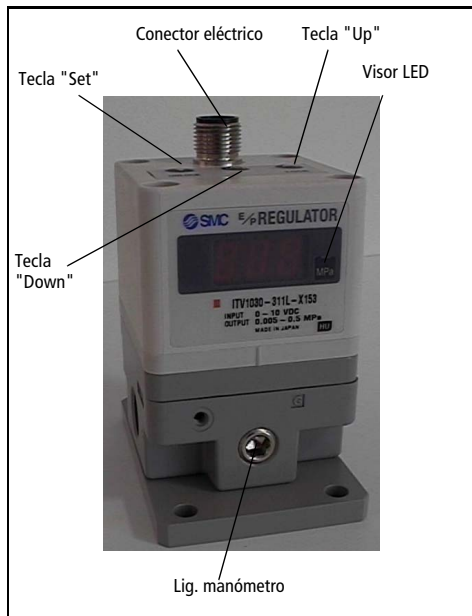
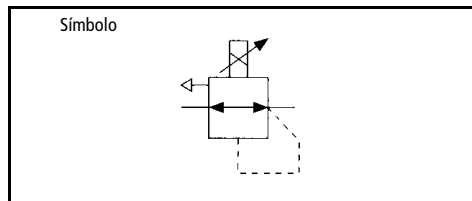

Fig 1
Fig 2
- Para configurar a pressão mínima (o visor mostra F-1) utilize as teclas para cima/para baixo (Fig. 1) prima a tecla 'Set' (Fig. 1) para configurar para 'Lock' (bloqueio).
- Para configurar a pressão máxima (o visor mostra F-2) utilize as teclas para cima/para baixo (Fig. 1) prima a tecla 'Set' (Fig. 1) para configurar para 'Lock' (bloqueio).
- Para configurar a saída digital (o visor mostra P-1) utilize as teclas para cima/para baixo (Fig. 1) prima a tecla 'Set' (Fig. 1) para configurar para 'Lock' (bloqueio).
- Para configurar a saída digital (o visor mostra P-2) utilize as teclas para cima/para baixo (Fig. 2) prima a tecla 'Set' (Fig. 1) para configurar para 'Lock' (bloqueio).
Aparece 'Loc' no visor (Fig 1) quando se pressiona alguma tecla.
- 1) Prima a tecla Para baixo (Fig 1) durante mais de 2 segundos.
- 3) Prima a tecla 'Set' (Fig 1) para desbloquear.
Nota: Para cancelar prima a tecla para cima (Fig 1).
- 1) Prima a tecla Para cima (Fig 1) durante mais de 2 segundos.
- 3) Prima a tecla 'Set' (Fig 1) para bloquear.
Nota: Para cancelar prima a tecla Para baixo (Fig 1).
Se for detectada alguma anomalia pelo ITV1000, o visor LED (Fig 1) mostra 'Er' seguido de um número de código. Isole a fonte de alimentação e solucione o problema. Volte a accionar a fonte de alimentação depois de corrigir a falha.
Prima as teclas Para cima e Para baixo (Fig 1) simultaneamente durante mais de 3 segundos.
Nota: Se a fonte de alimentação ultrapassar 30mA o sensor vai transmitir um sinal ao visor LED (Fig 1) onde aparece 'Er 5'.